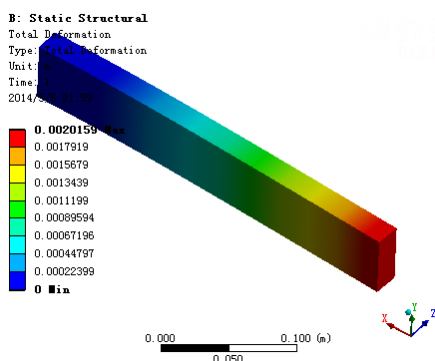

图 1-53 总变形分析云图
**步骤 08** 选择 Outline (分析树) 中 Solution (B6) 下的 Total Deformation (总变形) 选项, 此时会出现如图 1-53 所示的总变形分析云图。